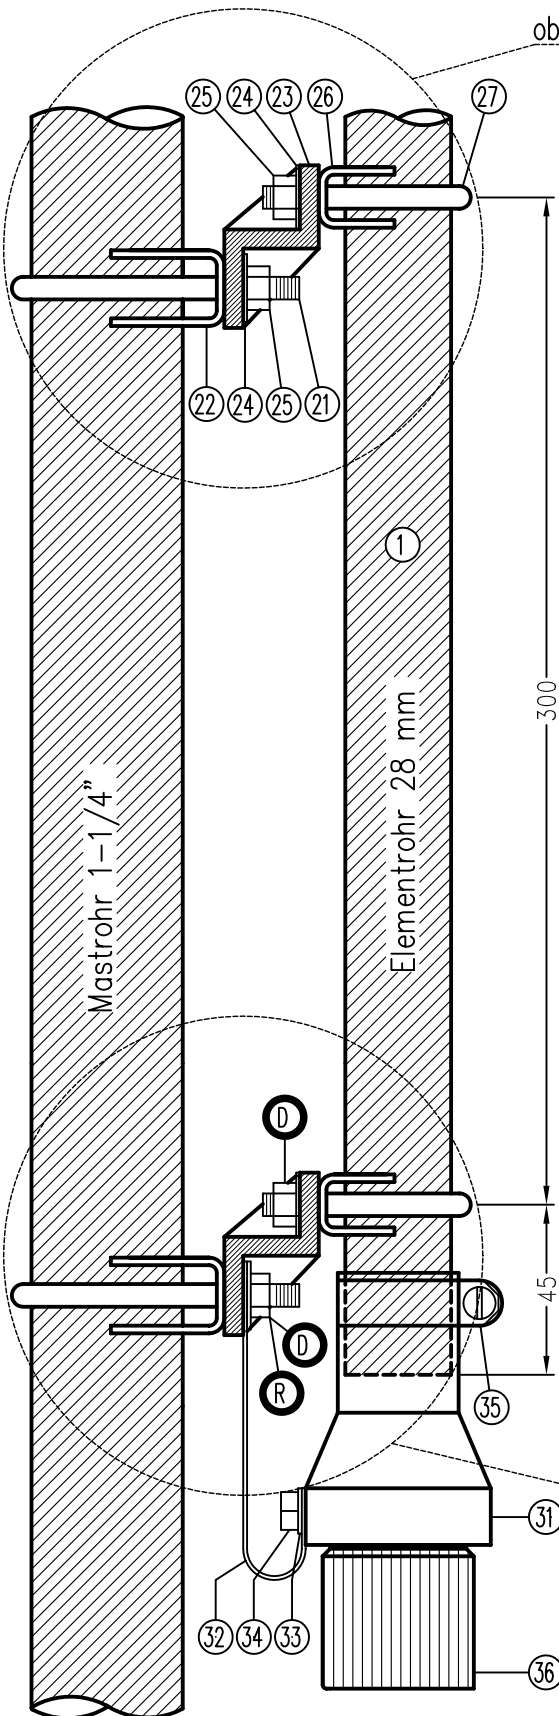
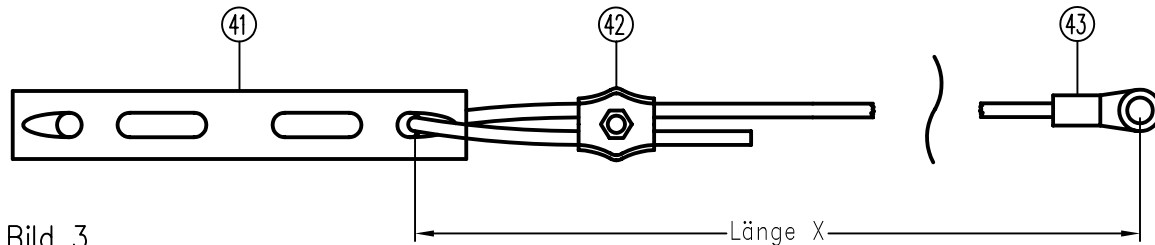

Bild 1
Bild 3
2. Beginnen Sie mit der Montage der unteren Doppelrohrklammer am Elementrohr (1). Am nichtgeschlitzten Ende des Elementrohrs wird im Abstand von 45 mm der Isolierwinkel (23) mit dem Rohrsitz (26), dem U-Bügel (27), der Scheibe (24) und der Sechskantmutter (25) verschraubt (Bild 1+2).
5. Nun werden die 3 Drähte der Radials (14) für das 10/15/20 m - Band vorbereitet (Bild 3). Mit den Simplexklemmen (42) werden die Drähte auf die entsprechenden Längen gebracht.
Mit dem U-Bügel (21), dem Rohrsitz (22), der Scheibe (24) und der Sechskantmutter (25) wird die Antenne am Mastrohr befestigt. Zur Montage der Radials (14) entfernen Sie wieder eine der Sechskantmutter (25) an der unteren Doppelrohrklammer (Bild 1 + 2, ⑥), und montieren den Kabelschuh (43), (Bild 3) der Radials. Ziehen Sie die Sechskantmutter wieder an.
Entfernen Sie nun die Sechskantmutter auf der anderen Seite des gleichen U-Bügels und montieren den Kabelschuh (44), (Bild 4) einer Hälfte des 40 m-Dipols. Die andere Hälfte des 40 m-Dipols wird am U-Bügel 28 mm (Bild 1 + 2, ⑤) mit dem Strahler verbunden.